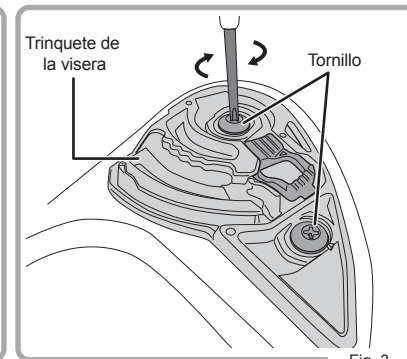

Fig. 3
3. Apriete bien cada tornillo del trinquete de la visera en el sentido de las agujas del reloj (Fig. 3).